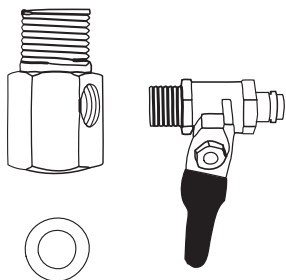

Рис. 7
2.1. Соберите узел подачи воды путем соединения крана подачи воды с тройником, как показано на рис. 7. В комплект фильтра может входить комбинированный узел подачи воды кран-тройник. В этом случае переходите к п. 2.4.